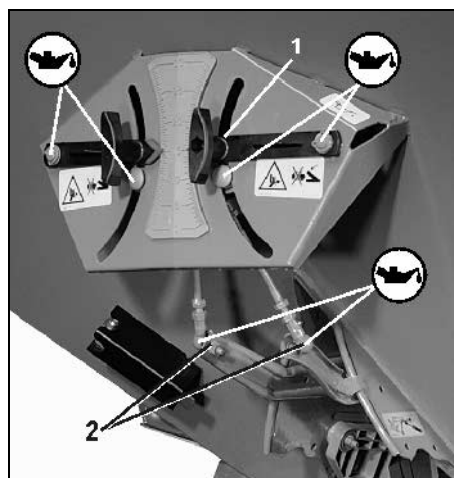

Fig. 55
Gängorna för vingmuttrarna (Fig. 55/1) till spakinställningarna samt de underliggande brickorna ska infettas, så att klämförbindningen förblir funktions-duglig.
- Lossa kulleterna (Fig. 55/2) för reglerings-spakarna med jämna intervall, rengör och infetta.